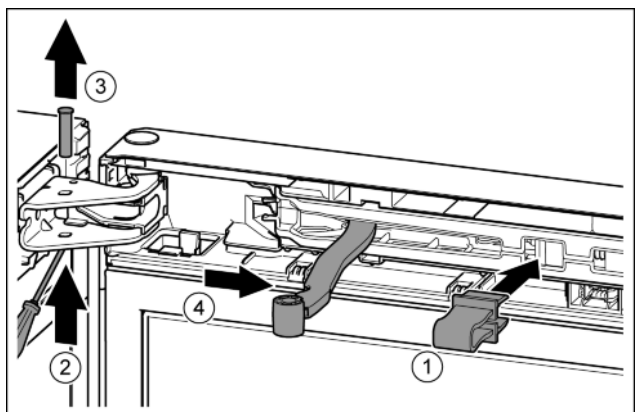

Fig. 12
- Nofiksējiem aizturi atverē. Fig. 12 (1)
- Ar skrūvgriezi izstumiem tapu. Fig. 12 (2)
- Izņemiet ārā tapu uz augšu. Fig. 12 (3)
- Pagrieziet šarnīru durvju virzienā. Fig. 12 (4)